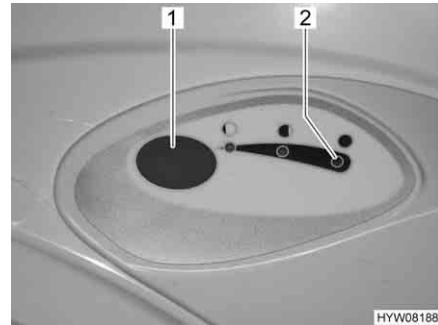

Fig. 125 Pulsante dello sciacquone/spia di controllo (toilette Thetford)
- Per sciacquare premere il pulsante blu (Fig. 125,1).
La spia di controllo (Fig. 125,2) si accende quando il serbatoio fiscale deve essere svuotato.